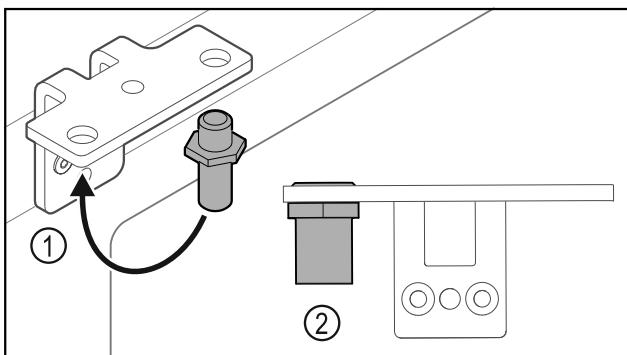

Fig. 30
- Premjestite svornjake Fig. 30 (1) u kutnim šarkama.
- Pritegnite svornjake Fig. 30 (2) okretnim momentom od **12 Nm**.